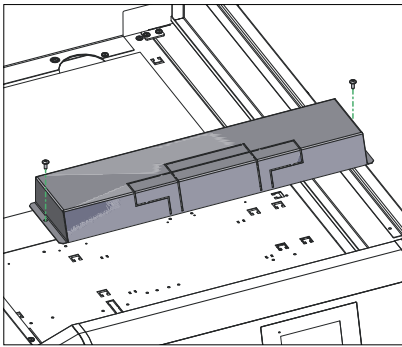

Fig. 49 Abdeckung über Anschlussklemmen entfernen
- 2 Schrauben bei Abdeckung über Anschlussklemmen lösen und Abdeckung nach oben wegnehmen – Fig. 49.
- 2 Schrauben bei Deckel vom Schaltfeld entfernen und Deckel aufklappen – Fig. 49.